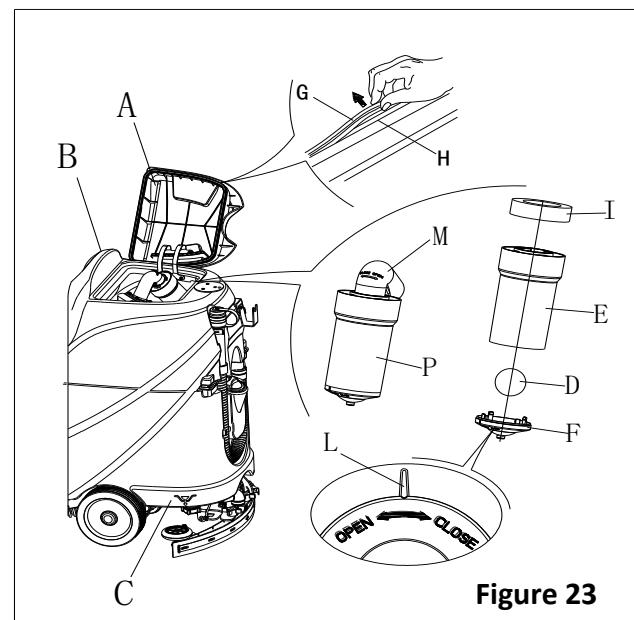

Figure 23
- Faire en sorte que la machine soit éteinte et que la clé de contact (40) soit retirée.
- Basculer le couvercle du réservoir de récupération (A, Figure 23) position -90 degrés où il peut être retiré du réservoir, puis enlever le filtre à flotteur (P) du réservoir.
- Nettoyer le couvercle du réservoir récupération (A), le réservoir de récupération (B), le réservoir d'eau propre (C) et le cadre de support du filtre à flotteur (E). Vider le réservoir de récupération avec le tuyau de vidange (15).
- Si nécessaire, suivre les symboles "OPEN" et "CLOSE" comme indiqué sur la Figure 23 pour ouvrir le couvercle bas (F) du filtre à flotteur , puis nettoyer le filtre à flotteur (D), le cadre de support du filtre (E) et l'éponge du filtre (I). Après le nettoyage, fixer le filtre à flotteur (D) sur le cadre de support du filtre (E) puis aligner la rainure de marque (L) du capuchon de fond (F) du filtre à flotteur avec la rainure de marque (L) du cadre de support du filtre à flotteur (E). Visser fermement le capuchon de fond du filtre à flotteur, et fixer l'éponge du filtre (I) sur le cadre de support du filtre à flotteur (E). Enfin, le connecter au tuyau d'aspiration des eaux usées (M).
- Vérifier si la surface de contact de la bande d'étanchéité (G) a une étanchéité suffisante. Si nécessaire, sortir la bande d'étanchéité du réservoir de la rainure (H) et la remplacer. Assembler la nouvelle bande d'étanchéité comme indiqué sur la Figure 23, le joint devant être ramené dans la zone médiane.
- Fermer le couvercle du réservoir de récupération (A).